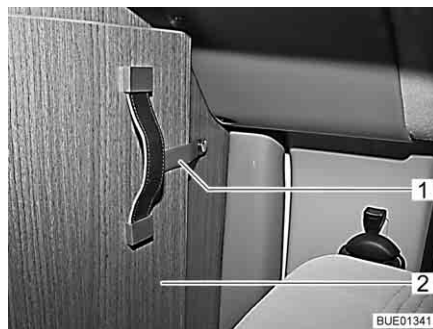

Fig. 56 Reggetta di sicurezza
- Sciogliere la reggetta di sicurezza (Fig. 56,1) dalla parte ribaltabile della separazione cabina di guida (Fig. 56,2).